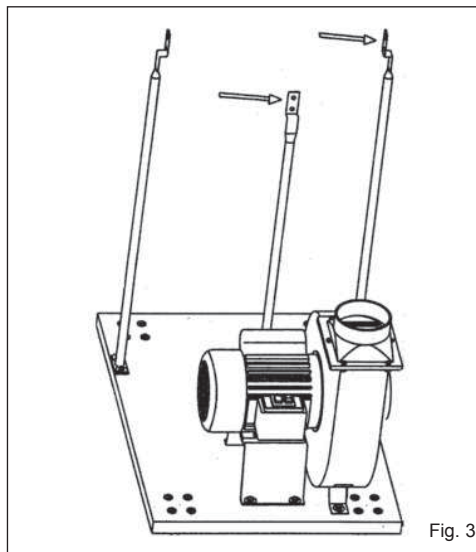

Fig. 3
2. Fissare i montanti laterali e le aste porta tamburo sulla base rettangolare utilizzando le apposite viti, rondelle e dadi (**Fig. 3**).